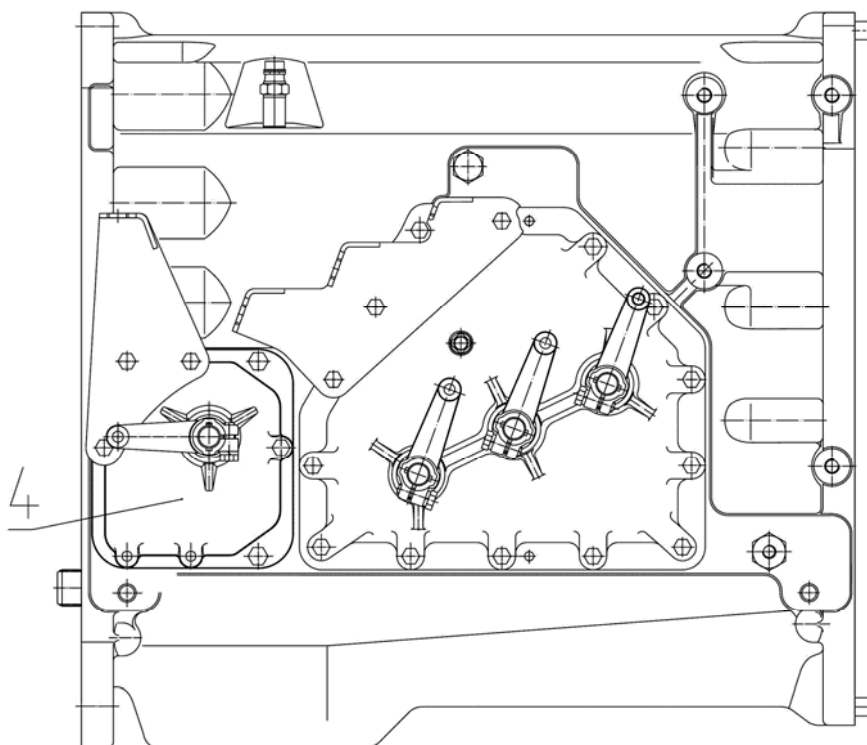

Рис.4.11 Крышка ходоуменьшителя.
Внимание: Два болта крепления коробки передач к заднему мосту находятся под крышкой управления ходоуменьшителем (4), (рисунок 4.11), поэтому чтобы их открутить, необходимо демонтировать крышку.
6) установите крышку (4), (рисунок 4.11), проверьте переключение рычагом и отрегулируйте зазор.